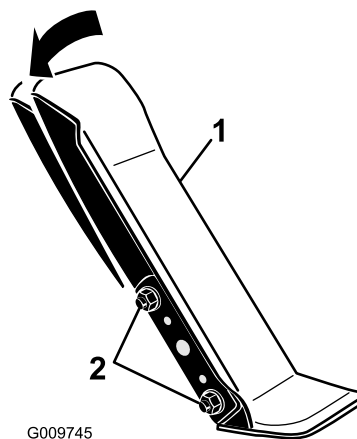

Рисунок 114
1. Ослабьте две гайки и болты крепления левой стороны педали управления тягой к кронштейну (Рисунок 114).
2. Поверните педаль под требуемым рабочим углом и затяните гайки (Рисунок 114).